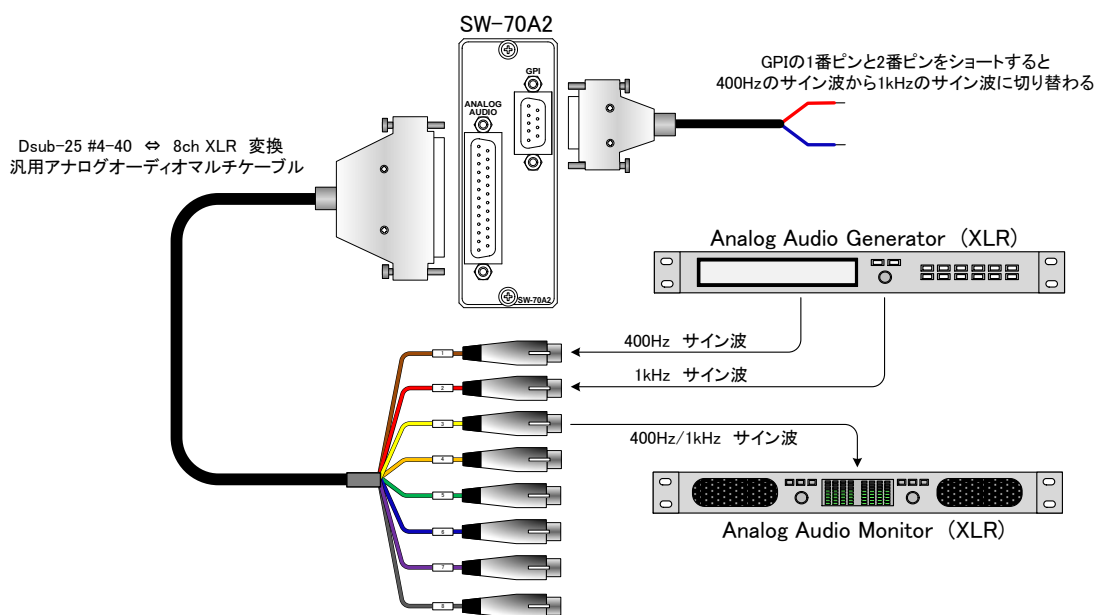

図2.4.1 基本動作チェック
(1) 「図2.4.1基本動作チェック」に従い、機器を接続し筐体の電源をONにします。
(2) 本体正面にある、“INPUT1”ランプが緑色点灯することを確認します。
(3) Analog Audio Monitorから音声が入力されることを確認します。